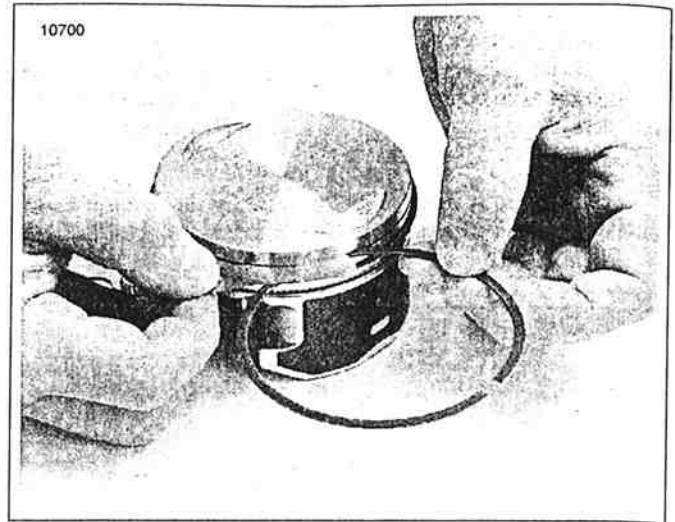

Figura 3-54. Medición de la holgura del anillo en la ranura
4. Vea la Figura 3-54. Consulte la holgura lateral correcta con una lámina calibradora, como se muestra. Consulte las tolerancias en 3.1 ESPECIFICACIONES.